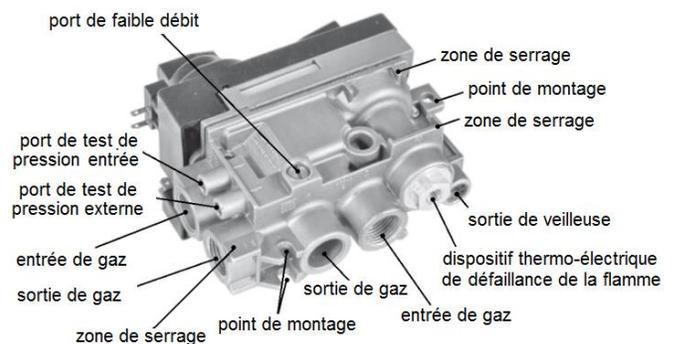

Figure 15 – Configuration de la Soupape GV60 (Côté)
Quand les filets sont serrés, la soupape doit être maintenue à l'endroit de serrage désigné (voir figure 15). NE PAS appliquer de pression sur le dessus du moulage ou sur le couvercle de plastique.
1. Brancher un manomètre au robinet de pression externe de la soupape. L'ouverture du robinet de pression se fait en tournant la vis en sens contraire des aiguilles d'une montre (voir Figure 15).